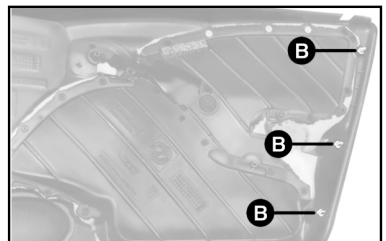

fig. 6
- após a retirada de todos os parafusos, o painel ainda estará preso internamente nos pontos **C-fig. 4**, através de três pinos de pressão, **B-fig. 6**.
Após instalar o alto-falante, recolocar o painel, iniciando a sua remontagem a partir dos pinos de pressão **B-fig. 6** e, depois, os parafusos.